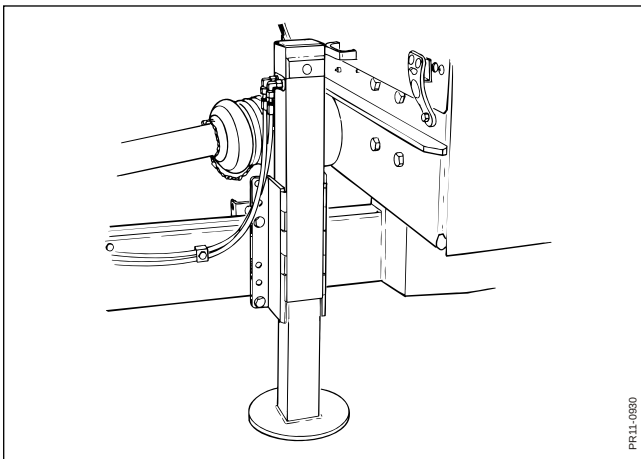

Fig. 4.11
- Fig. 4.11** Som tilbehør findes der en hydraulisk støttestod (vedr. bestillingsnummer: se reservedelslisten).